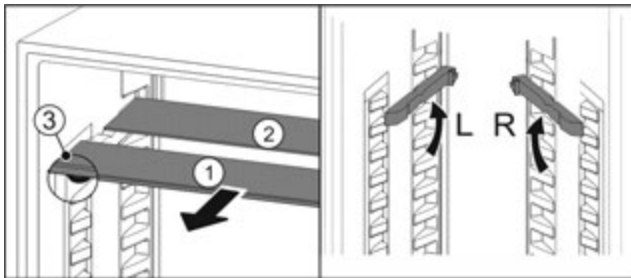

Fig. 61
- ▶ Посуньте Fig. 61 (1) скляну панель вперед.
- ▷ Скляна панель Fig. 61 (1) з декоративною планкою лежить спереду.
- ▷ Стопори Fig. 61 (3) показують вниз.